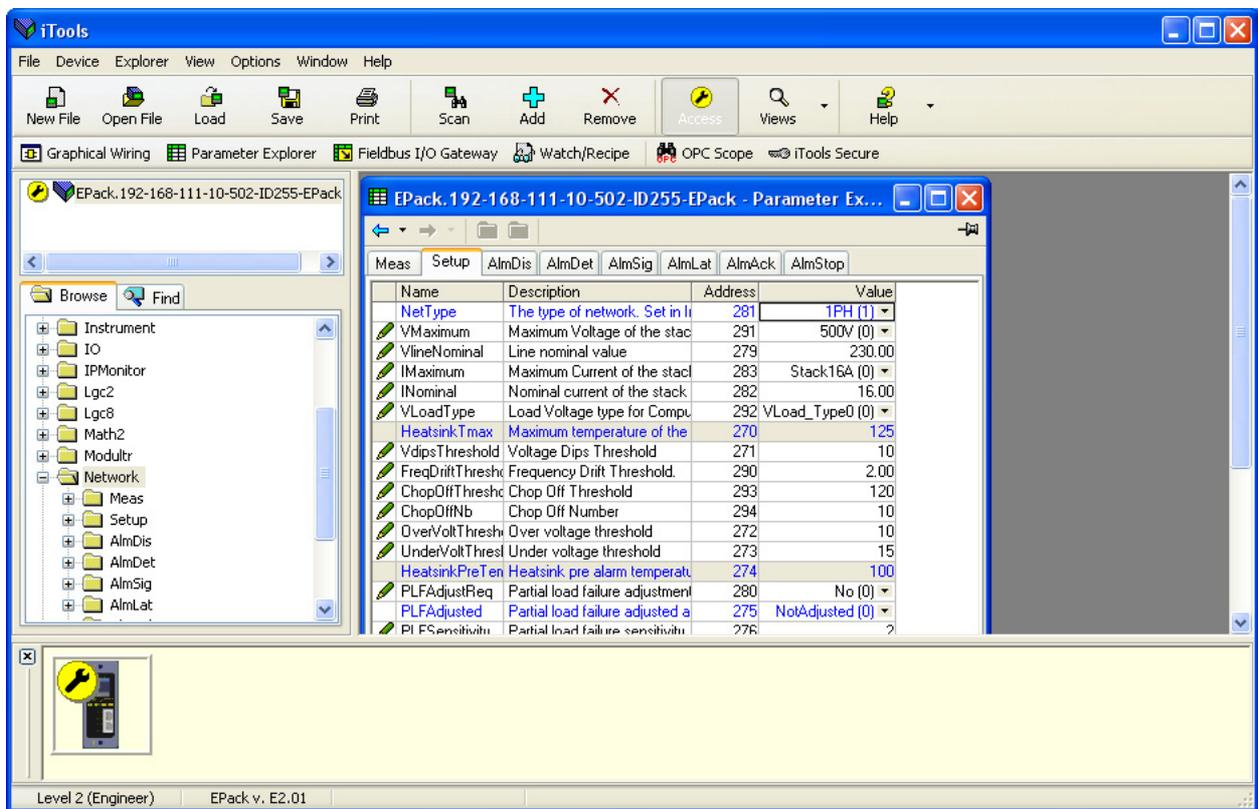

Figure 103 Exemple de tableau de paramètres
Dans chaque cas, les paramètres du bloc fonction apparaissent dans la fenêtre iTools sous forme tabulaire, comme dans l'exemple de la Figure 103.
1. Les paramètres en bleu ne sont pas éditables (Lecture seule). Dans l'exemple ci-dessus, tous les paramètres sont à lecture seule. Les paramètres en lecture/écriture sont en noir et comportent un symbole représentant un « crayon » dans la colonne d'accès à la lecteur/écriture sur le bord gauche du tableau. Plusieurs de ces éléments sont indiqués dans la Figure 103 ci-dessus.
2. Colonnes. La fenêtre d'exploration par défaut (Figure 103) contient les colonnes « Nom », « Description », « Adresse » et « Valeur ». Comme la Figure 106 ci-dessus le montre, les colonnes à afficher peuvent être sélectionnées, dans une certaine mesure, à l'aide du menu « Exploration » ou du menu contextuel. Les « Limites » ont été validées pour l'exemple ci-dessus.